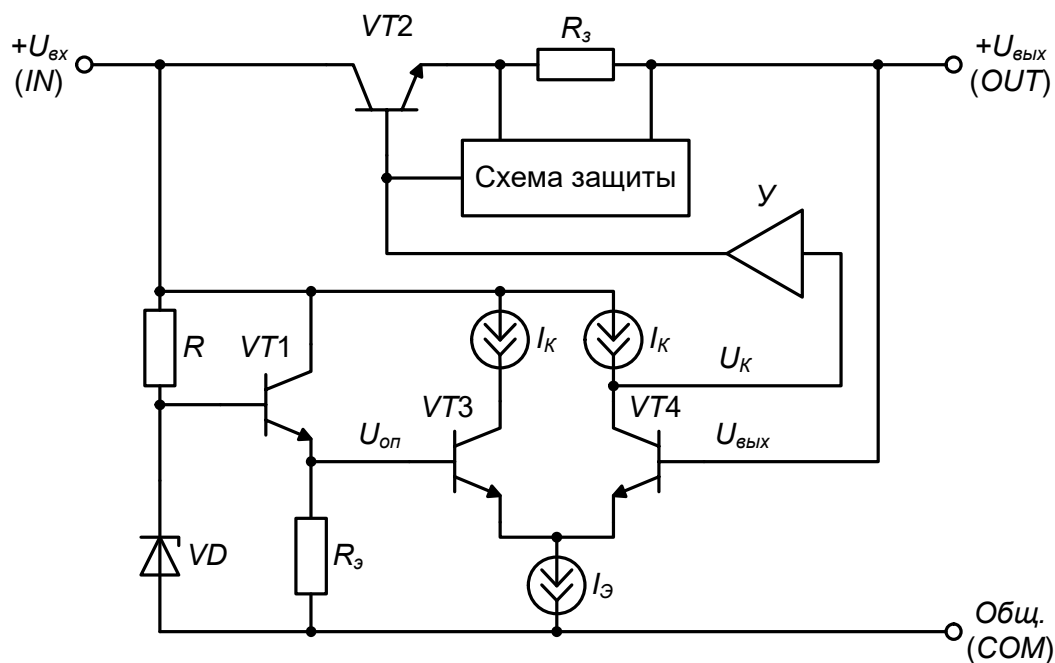

Рис. 2.1. Упрощенная функциональная схема интегральных стабилизаторов постоянного напряжения серии КР142ЕНхх
В данной работе стабилизаторы напряжения выполнены на широко распространенных специализированных отечественных микросхемах – интегральных стабилизаторах напряжения серии КР142ЕНхх. Рассмотрим упрощенную схему стабилизаторов этой серии (рис. 2.1).
18. Объясните на примере рис. 2.1 принцип работы интегральных стабилизаторов постоянного напряжения. Назовите их наиболее известные серии и параметры.